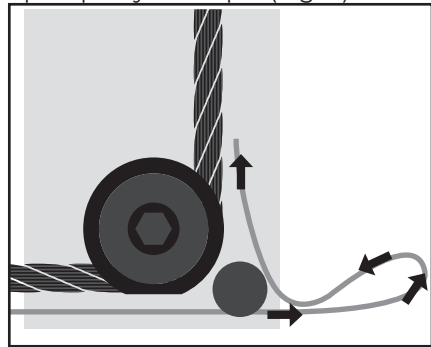

Fig. 9
3. Réinsérez le câble en acier dans le trou et guidez-le sur le galet de guidage (Fig. 9).